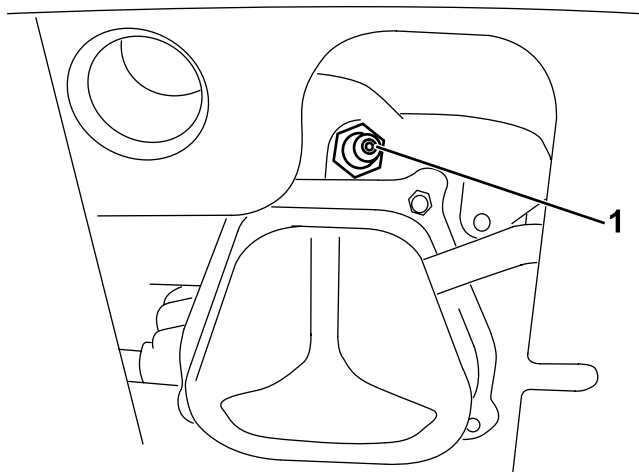

**Рисунок 43**
1. Снимите изоляционный колпачок (Рисунок 43).